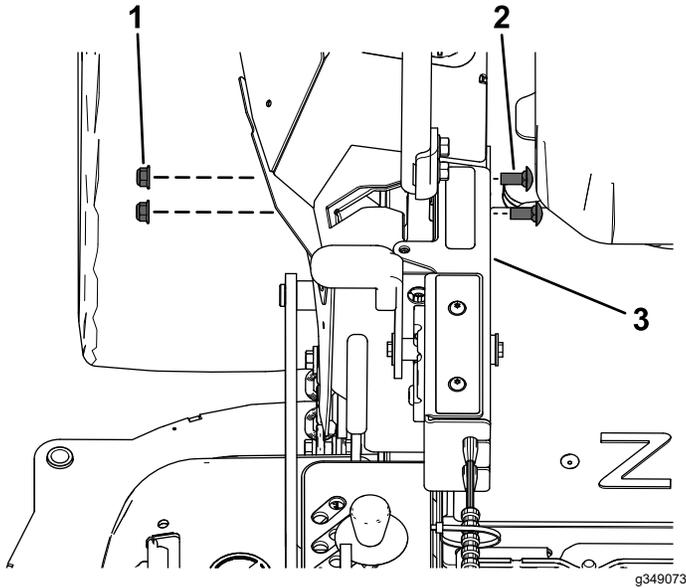

Figura 11
5. Fije la caja de control a la cubierta de control de movimiento derecha con 2 pernos de cuello cuadrado ($\frac{3}{8}$ " x $\frac{7}{8}$ ") y 2 contratuercas ($\frac{3}{8}$ "), tal y como se muestra en la Figura 11.